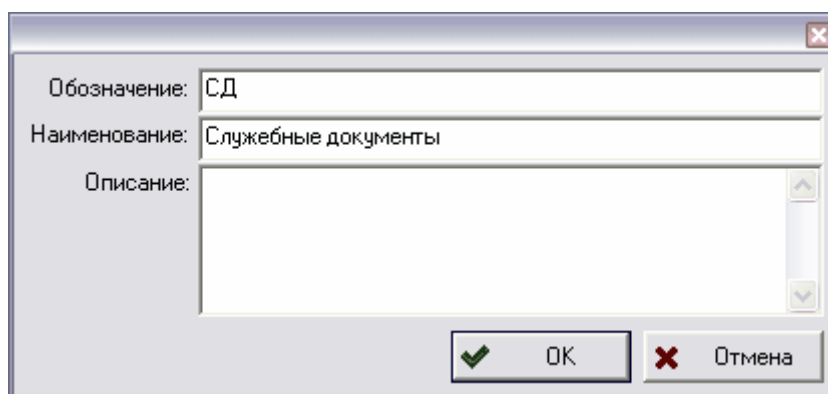

Рис. 61 Новый класс типов документов
2. В появившемся диалоговом окне введите соответствующие параметры (обозначение, наименование, описание) (Рис. 61).